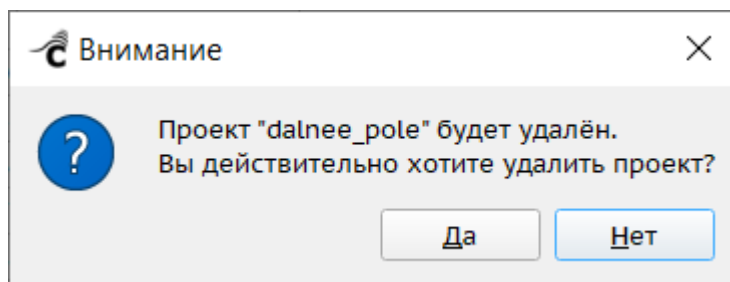

Рисунок 37 – Подтверждение удаления выбранного проекта
– «Удалить» – удаляет выбранный проект. Перед удалением необходимо подтвердить действие, нажав «Да» во всплывающем сообщении (Рисунок 37);